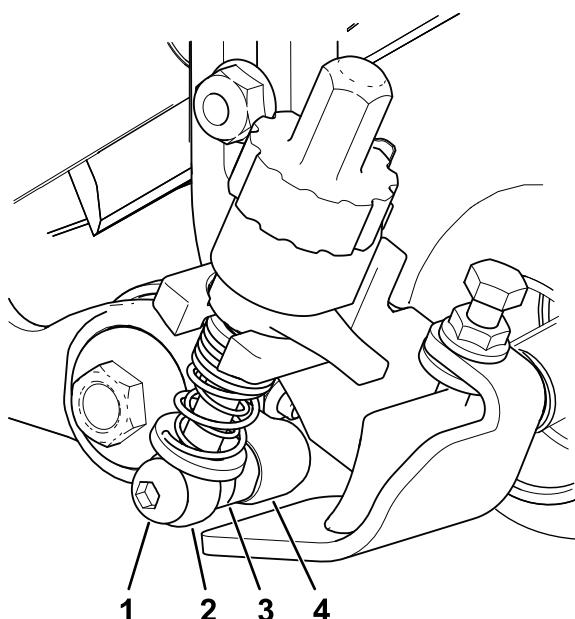

Figure 12
6. Le cylindre étant bloqué, serrez la tête hexagonale de l'arbre du boîtier d'entraînement à un couple de 135 à 150 N·m ; voir Figure 12.
4. Sur le côté poulie de tension, positionnez la tige du bras de réglage du support de hauteur de coupe en plaçant le manchon de réglage sur la poulie de tension, et fixez-la avec un boulon à épaulement comme montré à la Figure 12 ; serrez le boulon à épaulement à un couple de 20 à 26 Nm.